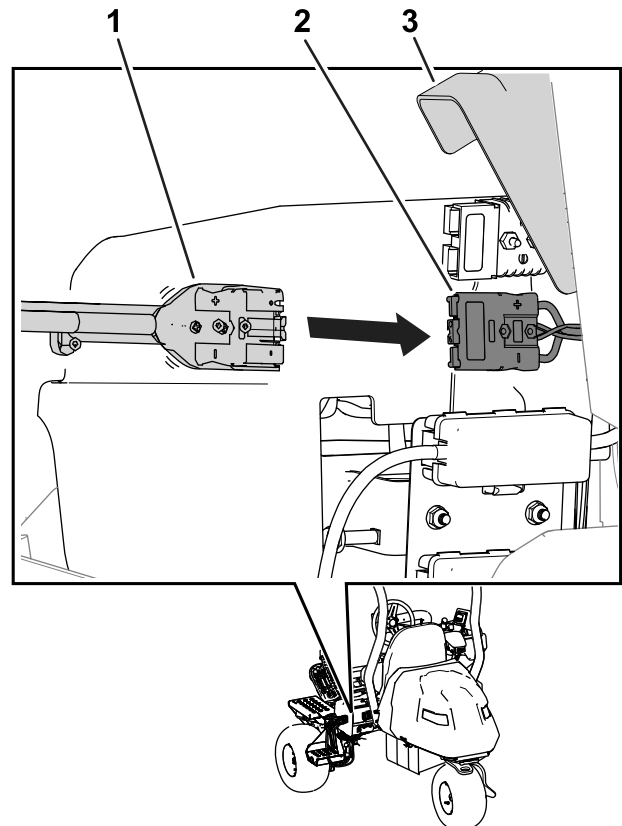

Bild 41
7. Heben Sie die Steckerabdeckung an und schieben Sie den Ladegerät-Ausgangsstecker in den Ladegerätanschluss in der Maschine (Bild 41).